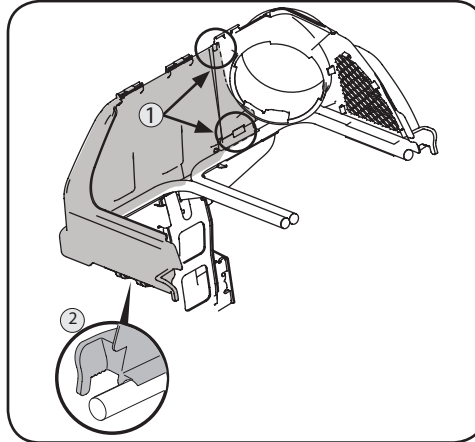

Figure 4-10
- Faites glisser le couvercle gauche du bac récupérateur dans le support de la goulotte supérieure et installez-le sur le support des sacs collecteurs. Faites enclencher les deux pattes sur la partie avant du support de la goulotte supérieure. Voir Figure 4-10 (1). Faites enclencher les éléments de fixation sur la barre gauche du support des sacs collecteurs. Voir Figure 4-10 (2).